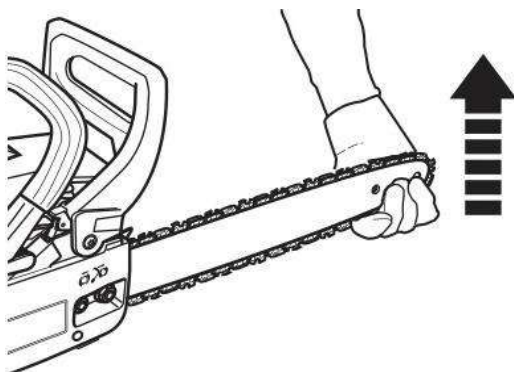

Fig. 10
2. Soulevez l'extrémité du guide (13) et maintenez-le pendant que vous réglez la tension (Fig. 10).